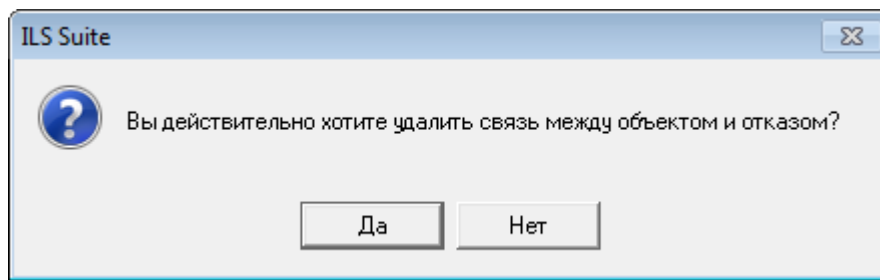

Рис. 13-434 – Диалоговое окно
5) В открывшемся диалоговом окне нажать «Да» для подтверждения действия (рис. 13-434).